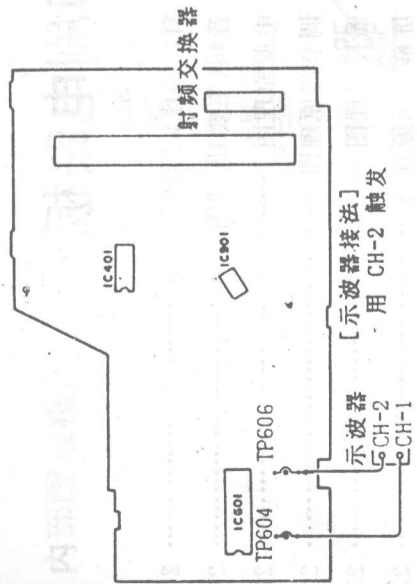

图 59
准备: ① 将示波器的 CH-1 接 TP604(CTL), CH-2 接 TP601-11(SW 25Hz), 连接图见图 59 所示;
② 使用的测试装置有校正磁带(MH-2)和 1.5mm 六角扳手;
③ 录象机呈放演校正磁带(梯级)状态;